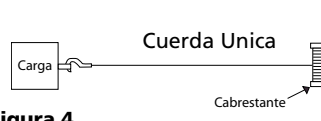

Figura 4
1. El cabrestante tiene 454 kg de capacidad con cuerda única (Vea la Figura 4). La carga máxima es con el cable metálico enrollándose alrededor del tambor del cabrestante desnudo. Cada capa sucesiva de cable que se añade reduce la capacidad máxima alrededor de 10%.